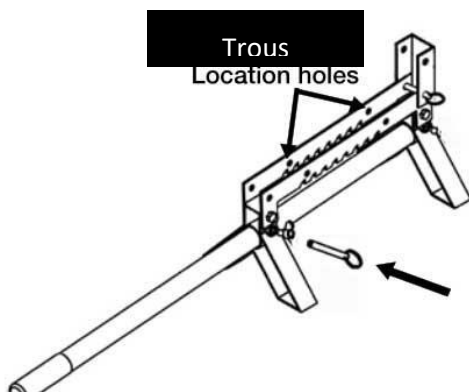

Figure 4
1. Passez la poignée dans les pieds et fixez-la avec une goupille de déclenchement (9,5x38mm) comme indiqué sur la figure 4.
Passez la poignée dans les pieds et fixez-la avec une goupille de déclenchement (9,5x38mm) comme indiqué sur la figure 4.